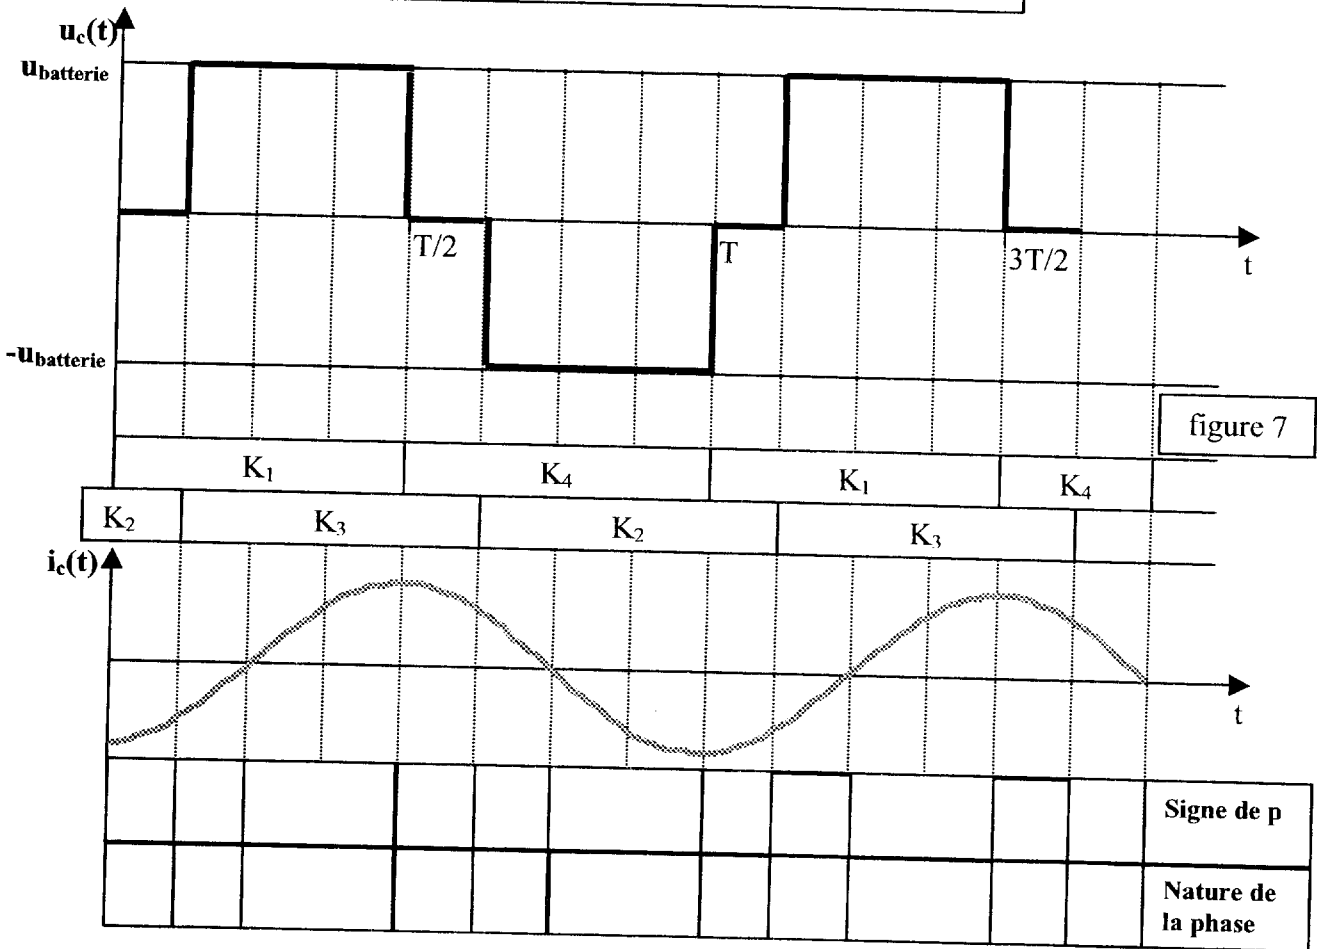

figure 8
1.1. Exprimer p puis compléter le tableau de la figure 8 page 8 en précisant le signe de p .